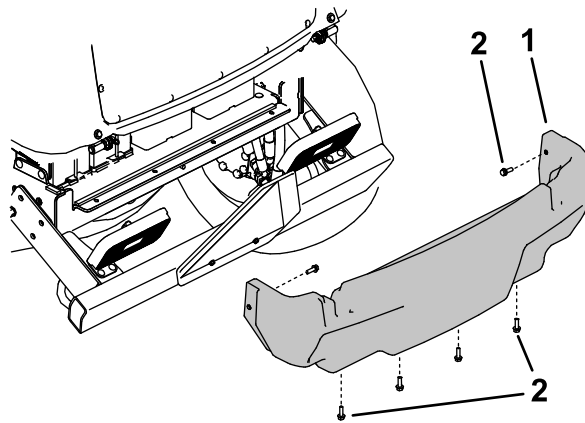

**Figura 111**
4. Afloje los pomos y retire las cubiertas laterales (Figura 111).
5. Instale las cubiertas laterales (Figura 111).